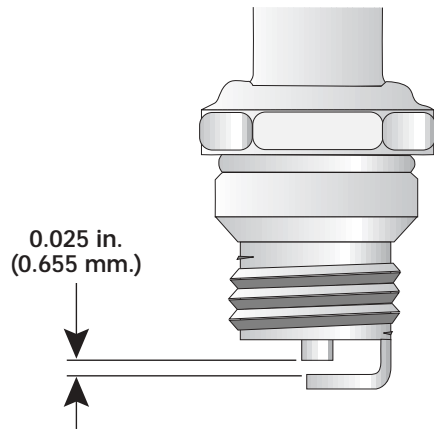

Fig. 33
3. Cambie las bujías que estén rajadas, sucias o deterioradas. Fije la separación de aire a 0.020 pulgadas (0.5 mm.) utilizando un calibrador (Fig.33).